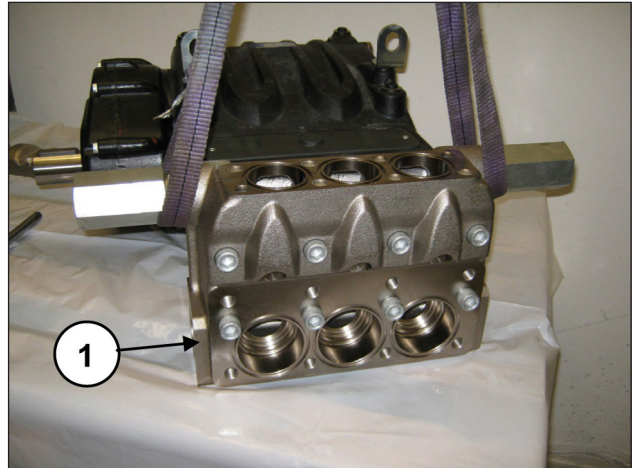
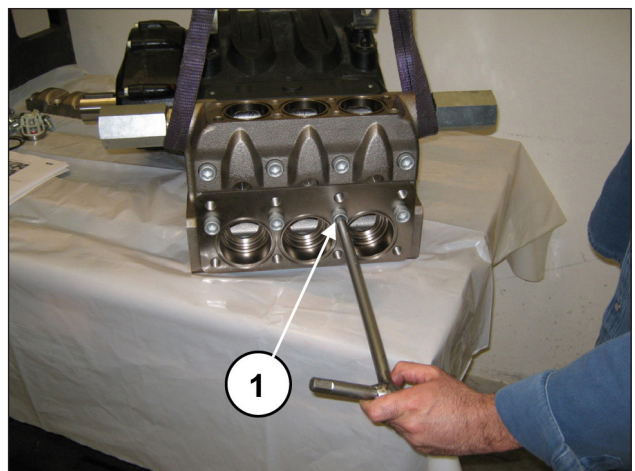

Fig. 162
Fig. 163
Monte o cabeçote no carter da bomba (pos. ①, Fig. 162), prestando atenção para não bater os pistões e soltar os oito parafusos M16x150 (pos. ①, Fig. 163).